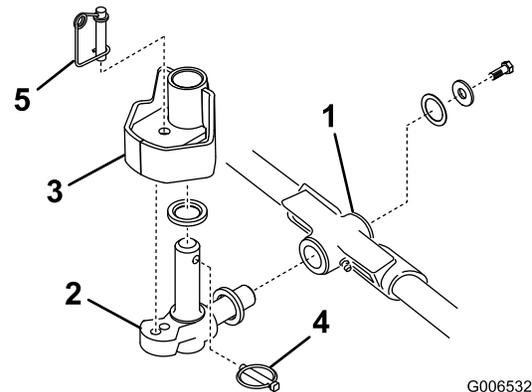

Figura 17
1. Introduza uma anilha de encosto no veio horizontal da articulação como mostrado em Figura 17.
2. Introduza o veio horizontal da articulação no tubo de montagem da estrutura de suporte (Figura 17).
3. Fixe a articulação na estrutura de suporte com uma anilha de encosto, uma anilha chata e um parafuso de cabeça flangeada (Figura 17).
4. Introduza uma anilha de encosto no veio vertical da articulação (Figura 17).
(Figura 17). Posicione a articulação entre os dois amortecedores de centragem de borracha existentes no lado de baixo da placa de direcção do braço de elevação.
6. Introduza o pino de sujeição no orifício cruzado existente no veio da articulação (Figura 17).
Nota: Se a posição da unidade de corte tiver que estar fixa, introduza o pino de bloqueio da direcção no orifício de montagem da articulação (Figura 17).
11. Fixe o cabo da mola em volta da parte inferior do pino de bloqueio da direcção (Figura 17).